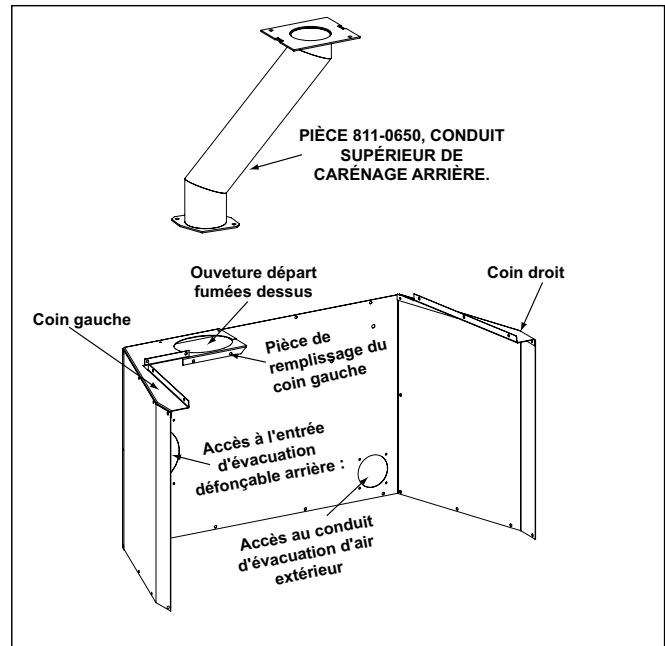

Figure 20.1
2. Utilisez 2 vis pour attacher la pièce de remplissage du coin gauche du carénage arrière dans la trémie d'insertion. **Figures 20.1 et 20.2.**
7. Utilisez 2 vis pour attacher la pièce de remplissage du coin gauche du carénage arrière dans la trémie d'insertion. **Figures 20.1 et 20.2 à la page 20.**